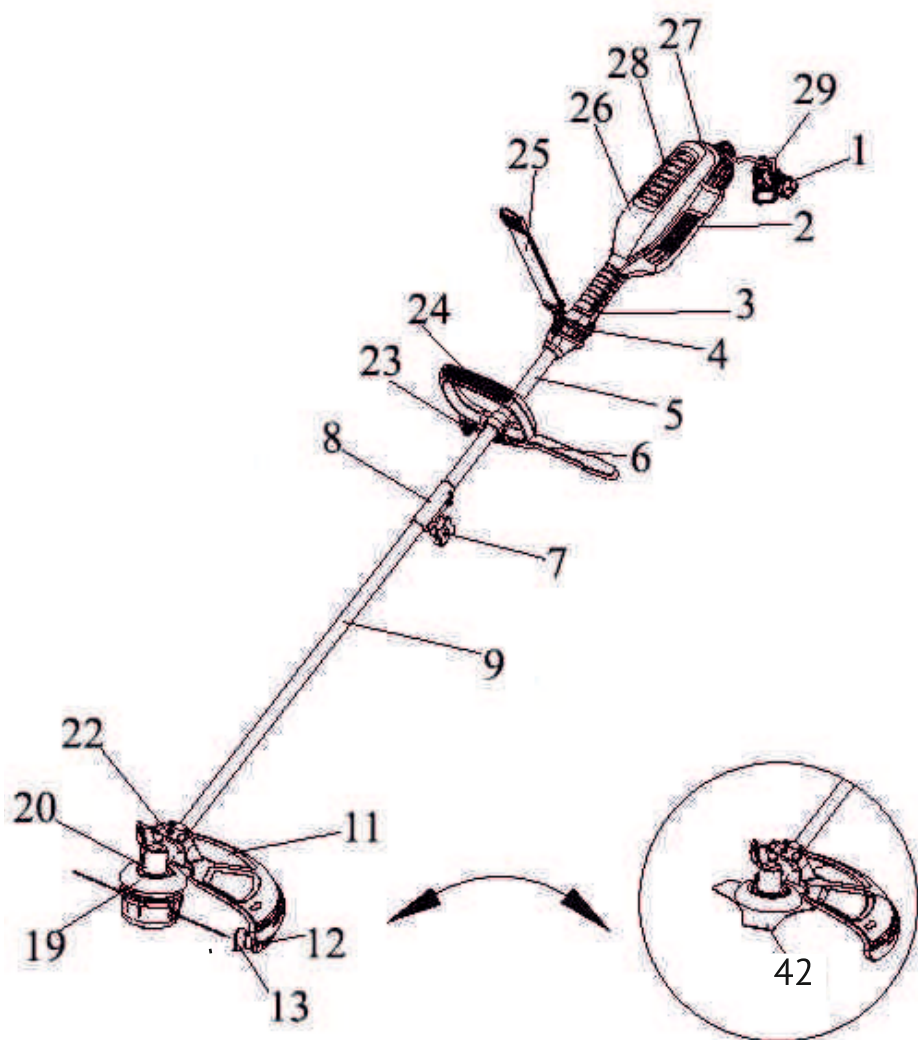
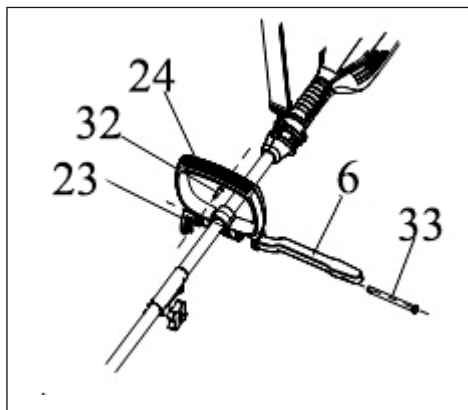

Рис. 1
Рис. 4
- Разъём штанги (рис.1 поз.8) необходим для соединения верхней и нижней части штанги. Ниже описана процедура соединения:
- Открутите гайку барашек разъёма штанги (рис.1 поз.7) по направлению против часовой стрелки.
- Снимите защитный колпачок с нижней части штанги (рис.1 поз.9).
- Вставьте нижнюю часть штанги (рис.1 поз.9) в разъём (рис.1 поз.8) до характерного щелчка, как показано на рисунке 3.
- Закрутите гайку барашек разъёма штанги (рис.1 поз.7) по направлению часовой стрелки.
- Отпустите выключатель (рис.1 поз.3) и дождитесь, когда триммер полностью остановится.
- Установите дополнительную рукоятку (рис.1 поз.24) на верхнюю часть штанги (рис.1 поз.5).
- Вставьте болт крепления дополнительной рукоятки (рис.4 поз.33) в отверстие ограничителя рукоятки (рис.1 поз.6) и дополнительной рукоятки (рис.4 поз.24).
- Вставьте палец фиксатора (рис.4 поз.32) в отверстие в болте (рис.4 поз.33) и надежно затяните его.